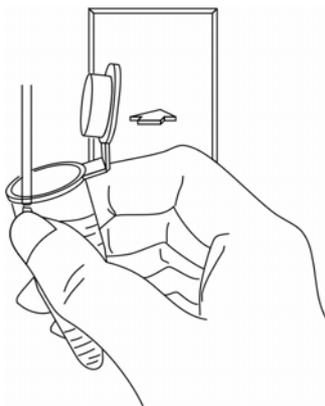

Рисунок 6-6 Добавление разбавителя
7. Поднесите чистую пробирку для центрифугирования к зонду для проб и наклоните ее по направлению к зонду во избежание разбрызгивания и появления пузырьков (Рисунок 6-6). Нажмите клавишу аспирации, чтобы добавить 120 мкл разбавителя в пробирку (добавляемый объем контролируется анализатором). Выполнение добавления отображается на экране.